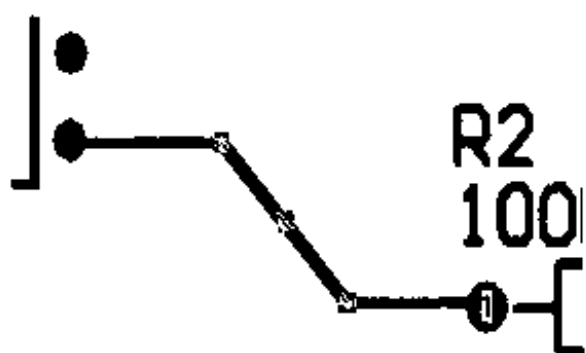
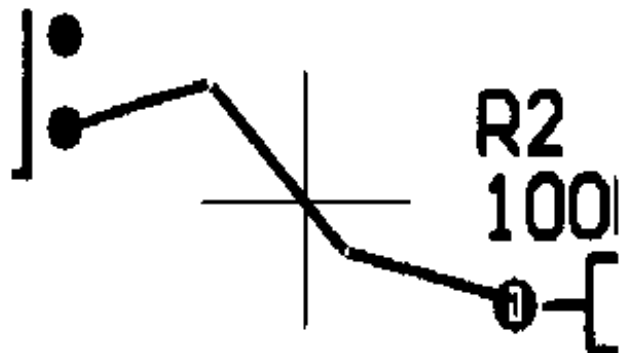

图 5-52 选中移动的导线
图 5-53 任意移动导线
1) 导线的移动: 用鼠标左键单击需要移动的导线, 此线段将会变成红色, 而且会出现三个控制点、两个端点和一个中点, 如图 5-52 所示。在选中的线段的任意点上(除控制点外)单击一下鼠标左键, 此线段的控制点将消失, 线段粘在十字形状的光标上, 如图 5-53 所示。此时可以任意地移动光标到合适的位置上, 再单击鼠标左键即可完成操作。这里只是单击一下鼠标左键, 而不是按住鼠标左键不放。如果按住鼠标左键不放来进行移动导线, 则选中的导线段将从导线中分离出来, 即与它相连的导线不会移动, 此时还可以按空格键使之切换方向, 如图 5-54 所示, 但一般不采取该移动方式。